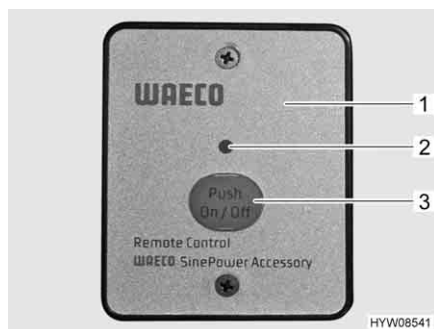

Fig. 126 Interruttore di telecomando
Comando sull'interruttore di telecomando L'interruttore di telecomando (Fig. 126,1) è montato sopra la porta di ingresso.
- Premere il tasto "On/Off" (Fig. 126,3). Il LED (Fig. 126,2) si accende.
- Premere il tasto "On/Off" (Fig. 126,3). Il LED (Fig. 126,2) si spegne.